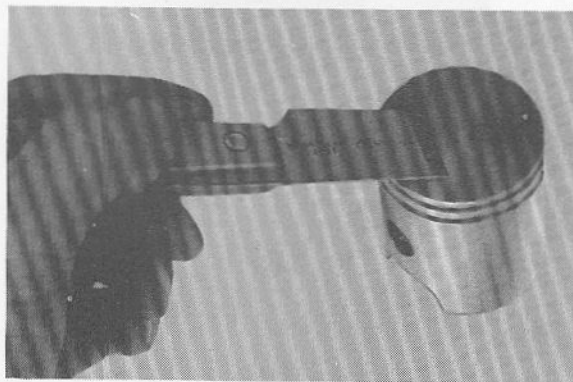

Fig. 3-3-10
2. Remove carbon deposits from piston crown. (Fig. 3-3-10)
2. Enlever les dépôts de carbone de la couronne de piston. (Fig. 3-3-10)